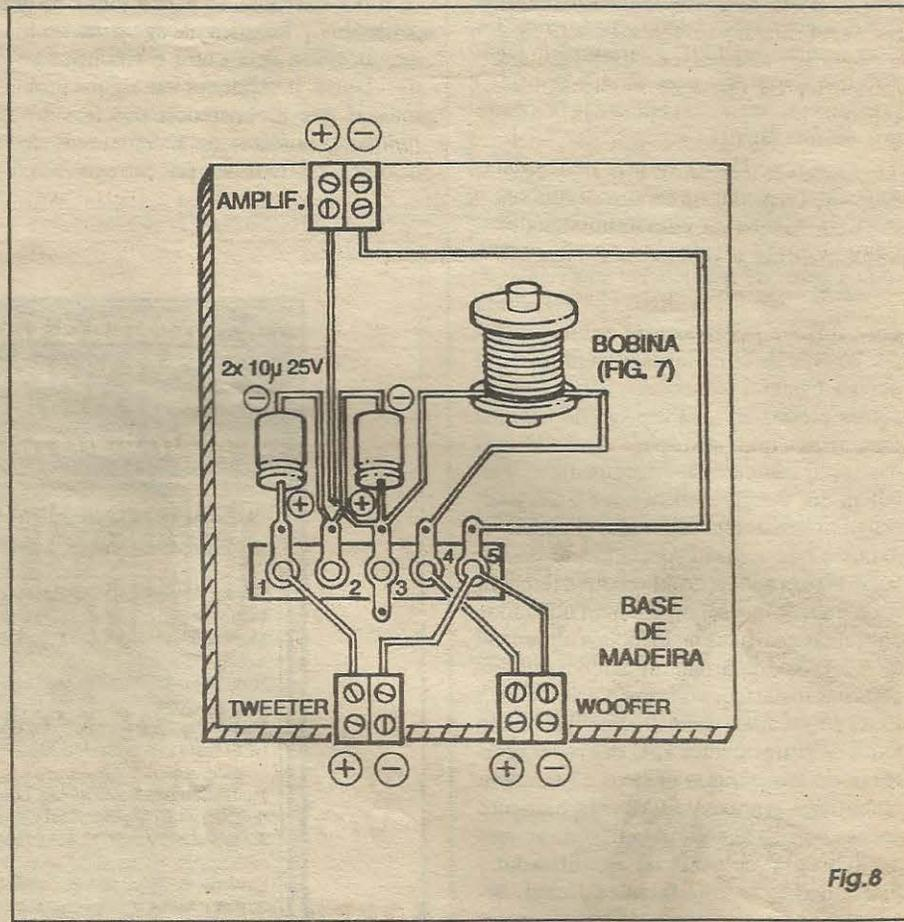

Fig.8
**- FIG. 8 - MONTAGEM DO FILTRO/DIVISOR** - As ligações deverão ser feitas conforme indica o *chapeado*, mantendo especial atenção quanto à *polaridade* dos